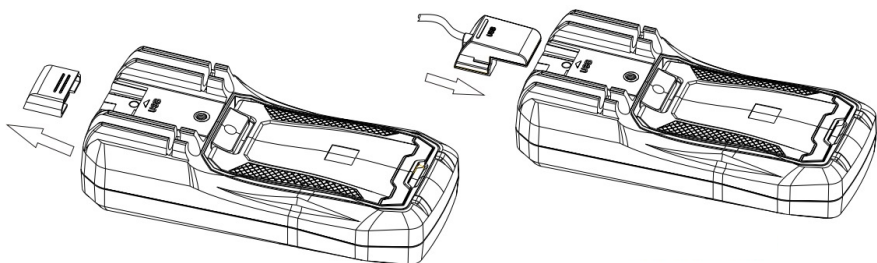

Рис. 12. Передача данных по USB
1. Снимите заглушку USB на задней стороне измерителя (рис. 12а).
2. Вставьте коммуникационный USB-модуль в USB-порт доступа измерителя, и на ЖК-дисплее отобразится значок **S** (рис. 12б).